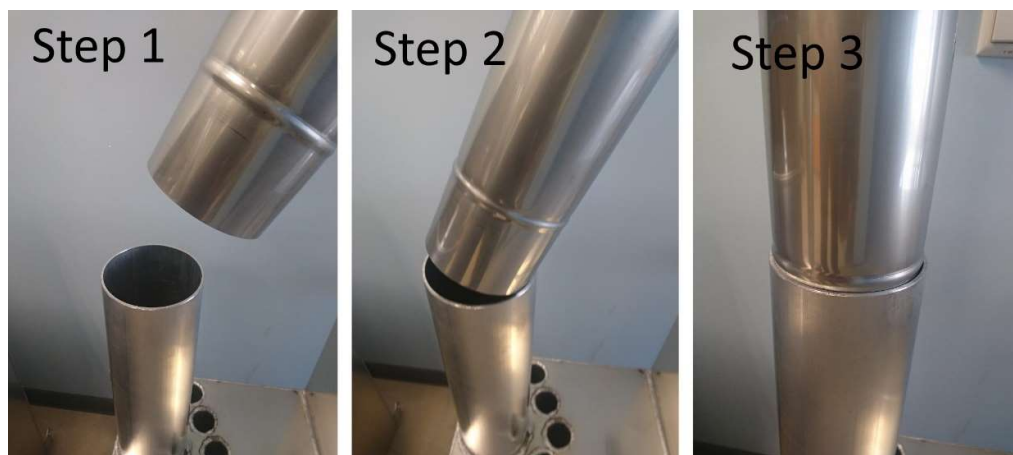

Bild 3. Montering av skorstenen
- Montera skorstenen på kaminen. (Skorstenen består av två delar som ska monteras ihop). Se bild 3.